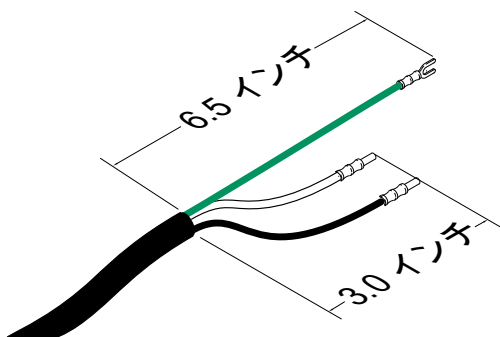

図 3: 電源コード
- ½ 必要に応じて機能を追加します。図 3 を参照してください。